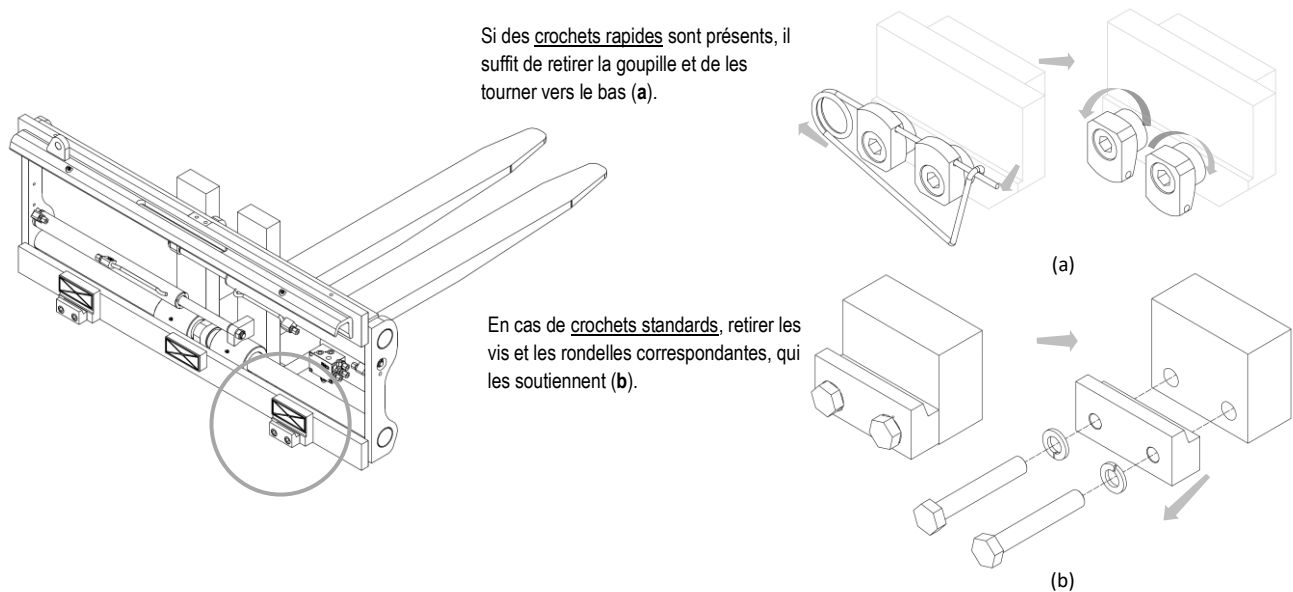

Figure 2
5. Retirer les crochets inférieurs de l'équipement (voir *Figure 2*).